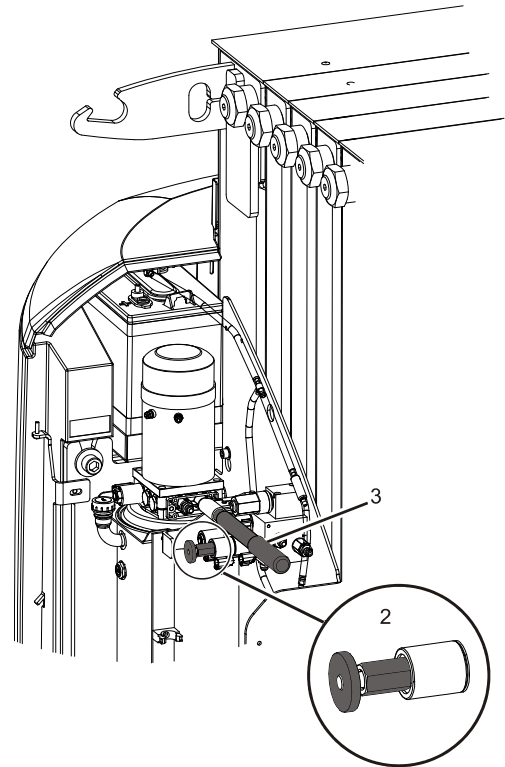

Figura 3-8. Dispozitivele de comandă pentru pivotarea manuală
- o valvă de reglare (2) situată pe ansamblul valvelor de reglare principale (Consultați Figura 3-8).
- o pompă de mână (3) situată pe ansamblul valvelor de reglare principale (Consultați Figura 3-8).